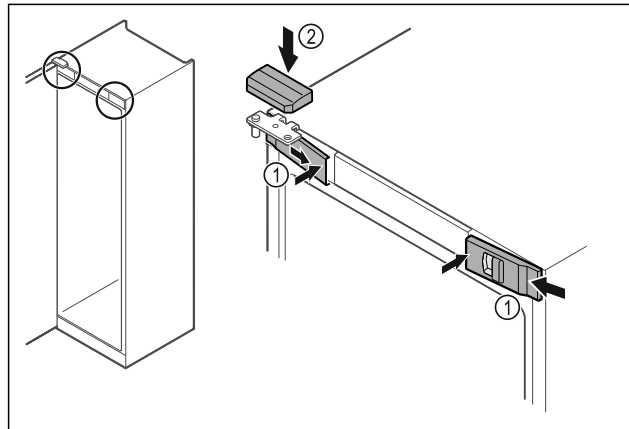

Fig. 49
- ▶ Přední kryty Fig. 49 (1) bočně zahákněte a zaklapněte dovnitř.
- ▶ Horní kryt Fig. 49 (2) shora zaklapněte.